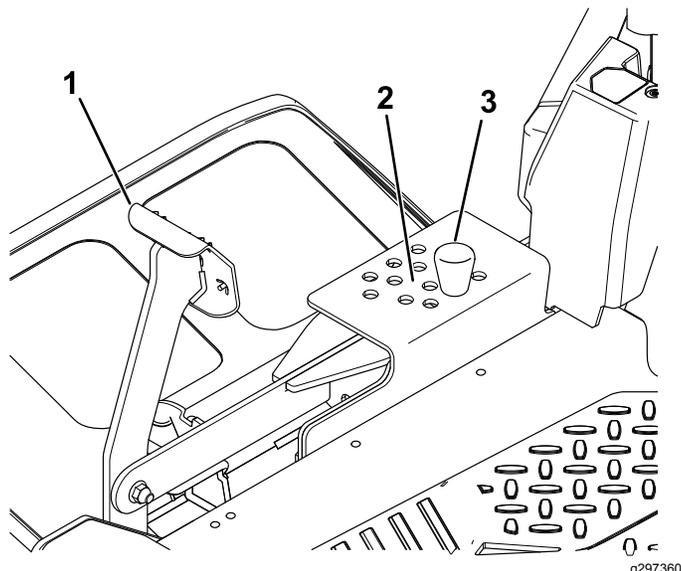

Рисунок 35
2. Для регулировки положения извлеките штифт из кронштейна высоты скашивания (Рисунок 35).
3. Выберите отверстие в системе регулировки высоты скашивания, соответствующее требуемой высоте скашивания, и вставьте штифт (Рисунок 35).